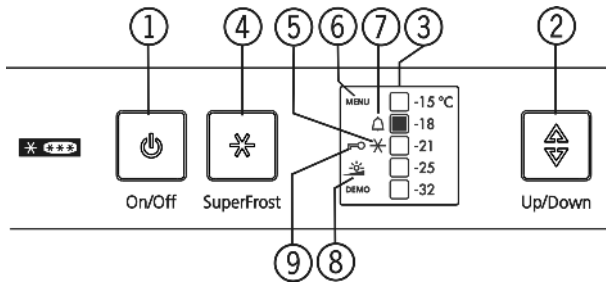

Fig. 3
- ▶ Pritisnite tipko On/Off Fig. 3 (1).
- ▷ Aparat je vklopljen. Prikazovalnik temperature in simbol Alarm Fig. 3 (7) utripata, dokler temperatura ni dovolj nizka.